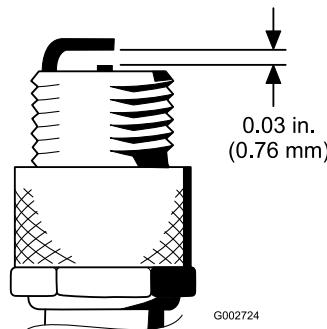

Figura 28
4. Ajuste la distancia entre el electrodo central y el electrodo lateral a 0,76 mm; consulte Figura 28. Tras ajustar correctamente los electrodos, coloque la bujía con su junta y apriétela a 23 N·m. Si no utiliza una llave dinamométrica, apriete la bujía firmemente.